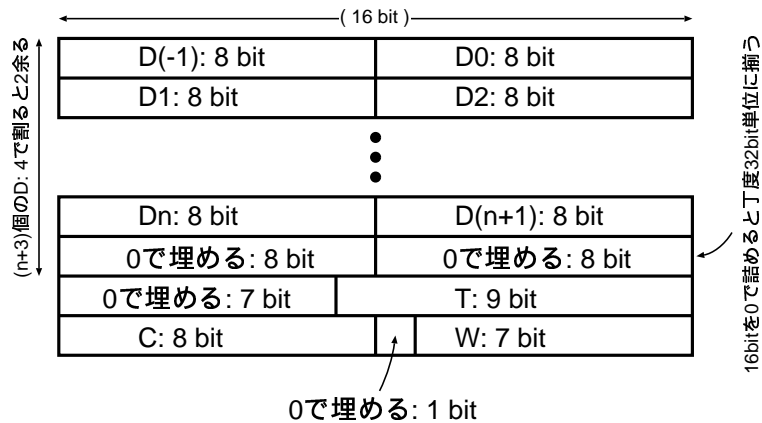

図 2.9: CRAW モードで出力されるデータの構造
CRAW モードでデータ圧縮 IC の RAM に書き込まれるデータの構造を図 2.9 に示す。CRAW モードのクラスタのデータは可変長であり、クラスタの数が多過ぎるかまたは最後のクラスタのデータ量が大き過ぎて RAM に収まり切らない場合は、RAM に正常に収められる範囲のクラスタまで RAM に記録され、OF ピンに High が出力される。クラスタのデータ D_i ($i = -1, 0, \dots, n, n+1$) は 32 bit 単位に揃えられ、余った領域には 0 が詰められる。クラスタのデータが丁度 32 bit 単位に収まるときは、クラスタデータの最後に 32 bit の 0 が追加される。これはデータ圧縮 IC の内部で 32 bit 単位でデータを処理していることと、0 を詰めた領域を検索することで後でクラスタデータの終端を検出可能にするために、このような仕様になっている。また CRAW モードでデータのワード数を記録する領域 (W) の大きさは 7 bit しかないので、クラスタのデータ数が 128 を越えたときは記録し切れないうが、クラスタのデータの終端を検出することが可能なのでデータを読み出すことは可能である。